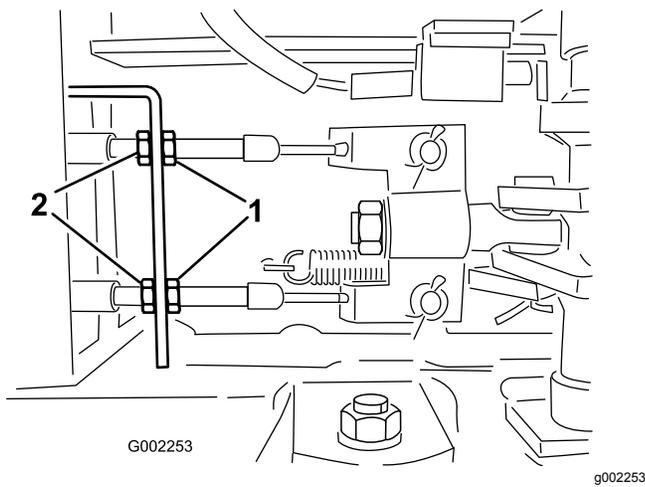

Figura 57
5. Desaperte as porcas dianteiras nos cabos dos travões por baixo da parte dianteira do pulverizador (Figura 57).
6. Aperte as porcas traseiras de forma idêntica até o pedal dos travões se deslocar entre 1 a 2 cm antes de se verificar qualquer resistência (Figura 57).